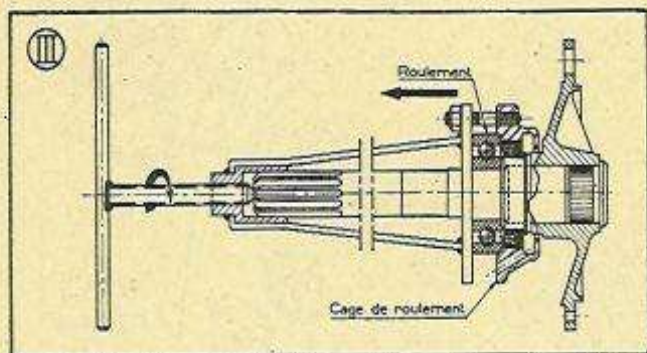

Fig. 61. — Démontrage du roulement de moyeu AR.
- Tourner la vis (sens des aiguilles d'une montre). Sortir la cage et le roulement (figure 61).